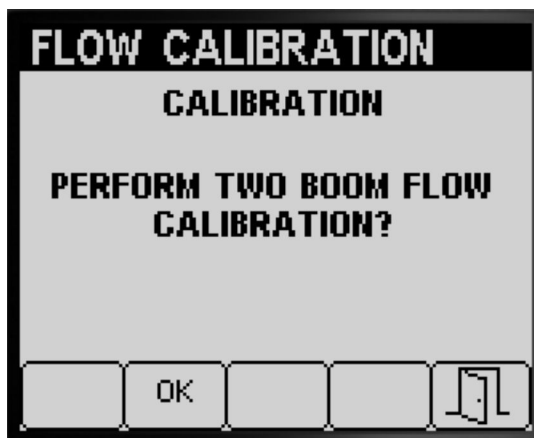

Figure 58
Si vous avez réalisé un étalonnage de 3 sections, l'Infocenter vous demande si vous souhaitez effectuer un étalonnage de 2 sections (Figure 58) ; effectuez l'une des procédures suivantes :
- Si vous ne souhaitez pas exécuter l'étalonnage de 2 sections, appuyez sur le bouton 5 pour retourner à l'écran Étalonnage (Figure 58).